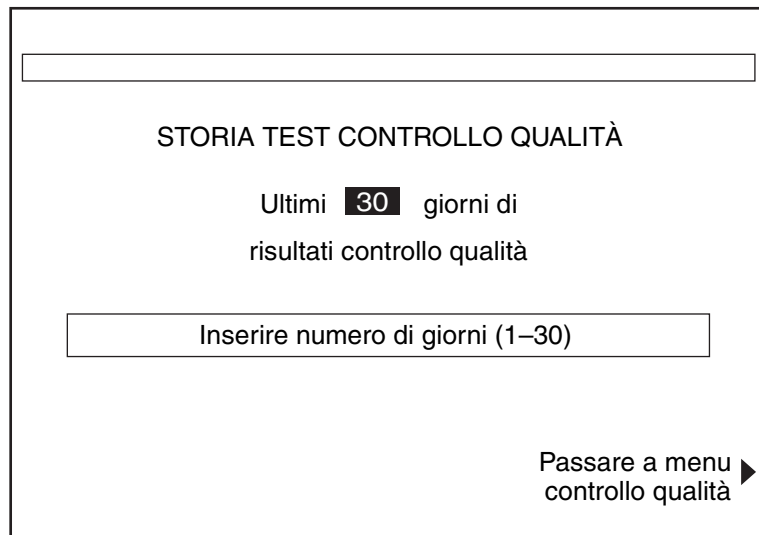

Figura 7-16. Schermata Storia test totale giorni controllo qualità
- a. Selezionando [**Ordina per totale giorni**] appare una schermata che richiede l'immissione del numero di giorni di calendario di cui si desiderano stampare le storie dei test di controllo qualità. Fare riferimento alla Figura 7-16 e passare al punto 3.